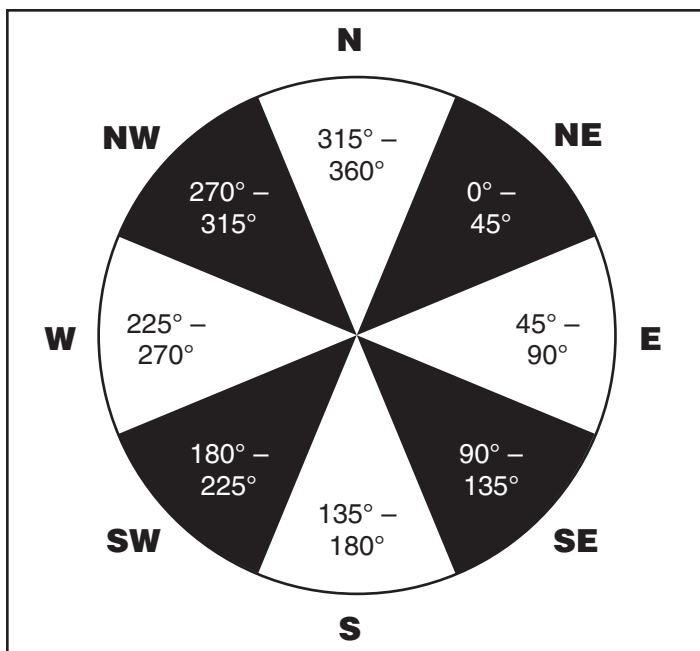

Figura 24. Gráfico de sectores de las ocho regiones direccionales a las que se hace referencia en el procedimiento de alineación con la estrella más brillante.
- El controlador de mano le mostrará “Select Region” (Seleccionar región). Elija la dirección correspondiente a aquella en la que se ve la estrella más brillante del cielo nocturno. Tal vez le resulte útil tener una brújula como referencia durante este proceso. Hay ocho regiones entre las que puede elegir, cada una de las cuales cubre un intervalo de 90 grados de acimut (**figura 24**). La dirección que elija solo afectará a la selección de la estrella de alineación; seguirá pudiendo elegir estrellas para observarlas de todo el cielo cuando finalice la alineación.